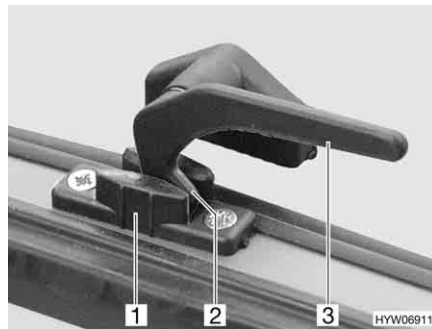

Fig. 54 Leva di serraggio in posizione "Aerazione continua"
- In posizione di "Aerazione continua" (Fig. 54)
- Ruotare la leva di serraggio (Fig. 54,3) di un quarto di giro verso il centro della finestra.
- Ruotare la leva di serraggio di un quarto di giro verso il telaio della finestra. Riportare contemporaneamente il nasello di chiusura (Fig. 54,2) nella rientranza della chiusura della finestra (Fig. 54,1).